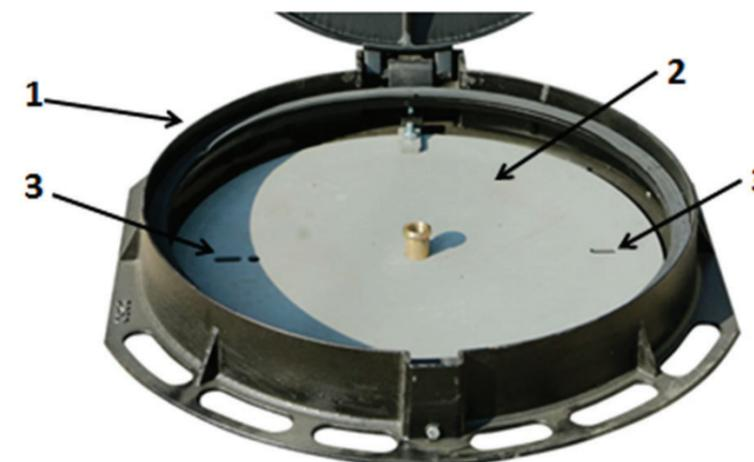

Рис. 7. Отверстия в нижней крышке УЗ-Т:
**5.1.1.** Крюки с Т-образными концами необходимы для извлечения нижней крышки из корпуса люка и для установки её на место. Используется пара крюков. Крюки, взяв их в обе руки, вставляют в отверстия нижней крышки (рис. 7). И, повернув каждый крюк на 90°, поднимают крышку. Крышку укладывают рядом с колодцем так, чтобы не загрязнить запорный механизм.